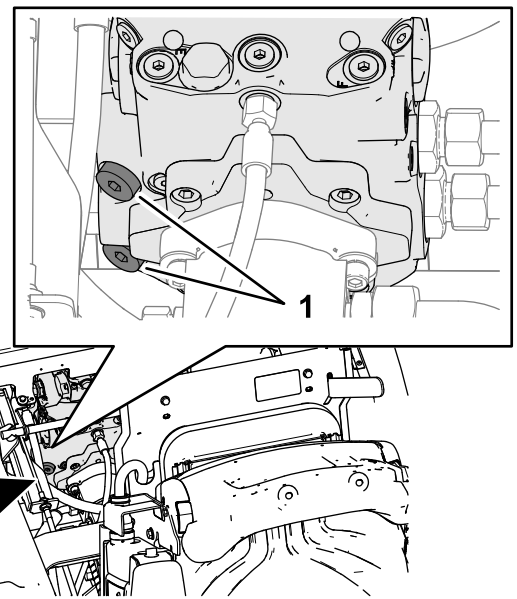

Figure 38
3. Avec une clé hexagonale de 8 mm, tournez les 2 bouchons à tête creuse des clapets de décharge de pompe de la transmission dans le sens horaire (Figure 38).